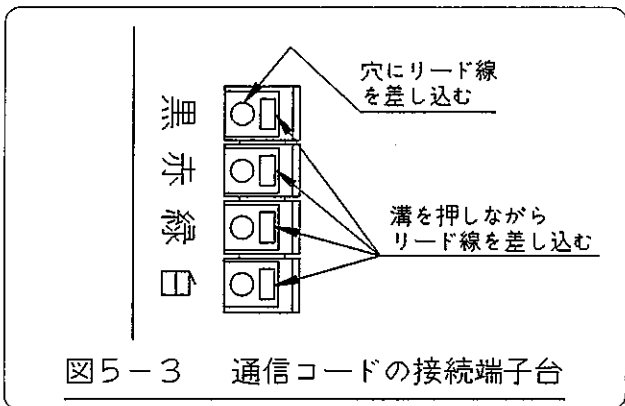

図5-3 通信コードの接続端子台
- ④ 通信コードを適切な長さに切断し、本体底のブッシングに通してから、通信コード接続端子台の表示の色と、リード線の色が合うように接続する。(図5-3参照)
リード線は10mm~12mm被覆をむいて、図5-3の溝部をマイナスドライバー等で押しながら差し込む。